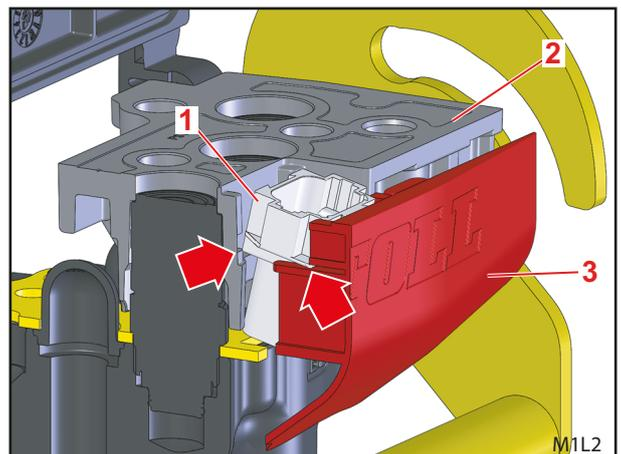

Fig. 14 Montar la parte inferior del Hydro-Fix – conector enchufable eléctrico y tapa
(6) Empujar la parte inferior de Hydro-Fix en la válvula (no completamente hasta abajo).
(7) Situar el conector enchufable ligeramente inclinado de forma que, al unir la tapa y la parte superior del Hydro-Fix, se deslice en las guías y apoyos (véase las flechas en Fig. 14).
(8) Desplazar la tapa completamente y presionar la parte inferior de Hydro-Fix al mismo tiempo hacia abajo con precaución.
(9) Sujetar la parte inferior del Hydro-Fix con 5 tornillos M8x45.